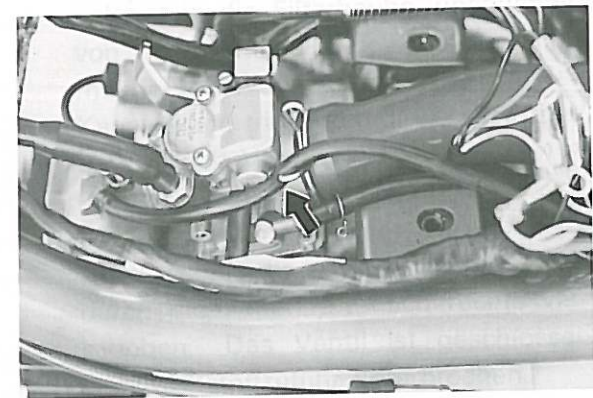

Fig. 5-9-4
- b. The vacuum pipe connecting the carburetor to the auto-cock is out of place, flattened or holed. (Fig. 5-9-4)
- b. Le tuyau de dépression prévu entre le carburateur et le robinet automatique est déconnecté, aplati ou percé. (Fig. 5-9-4)
- b. Das Saugrohr zwischen Vergaser und Kraftstoffhahn ist nicht angebracht, abgeknickt oder undicht. (Fig. 5-9-4)